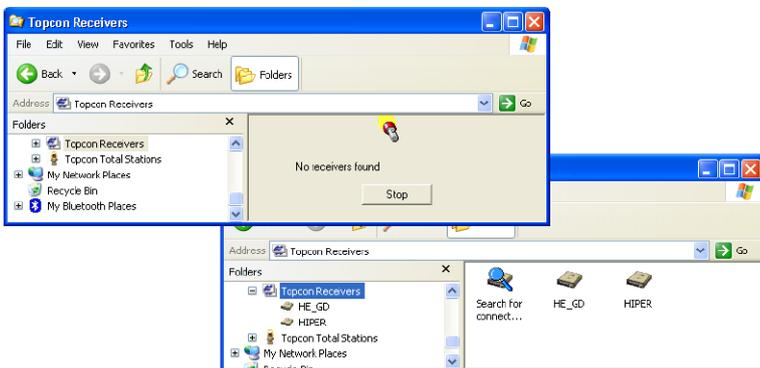

Figura 5-1. Ricerca dei ricevitori Topcon in Windows Explorer
2. Aprire Risorse del Computer e fare clic sulla cartella Topcon Receiver. Il pannello destro della finestra visualizza l'avvio automatico della ricerca dei ricevitori Topcon collegati a una porta qualsiasi del computer (COM e USB) (Figura 5-1).
3. Al termine, verranno visualizzati tutti i ricevitori collegati alle porte del computer (Figura 5-1).